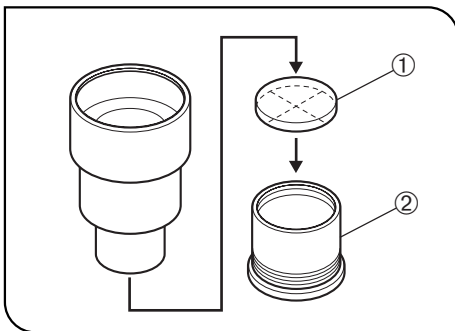

Abb. 27
(Abb. 27)
- Den Mikrometerstutzen ② entfernen und das Mikrometer ① mit der beschrifteten Seite nach unten in das Okular einsetzen, wie in Abb. 27 gezeigt. Den Mikrometerstutzen wieder einsetzen.